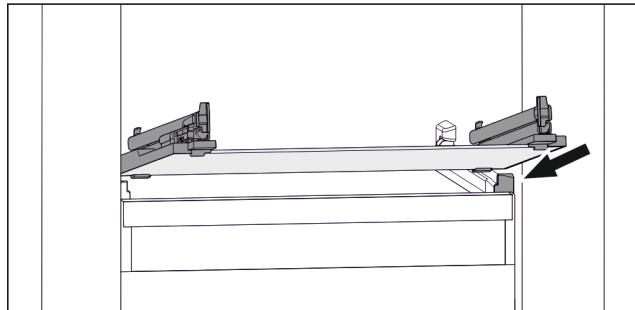

Fig. 101 Примерное отображение стеклянной пластины
- Наклоняя вниз, установите стеклянную пластину за стопоры. (см. Fig. 101)